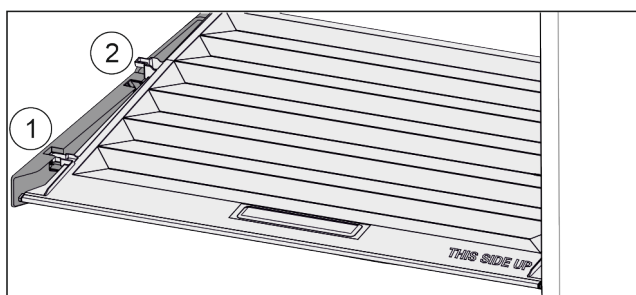

Fig. 83
- ▶ Vytáhněte víko dopředu až k otvoru v přídržných dílech Fig. 83 (1).
- ▶ Vzadu zespuďu nadzvedněte a vyjměte směrem nahoru Fig. 83 (2).